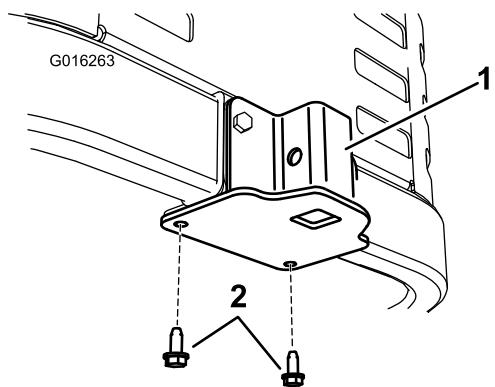

Figure 4
- 2. Fixez le support au bas du châssis de la machine, par dessous, avec deux vis autotaraudeuses (5/16 x 3/4 pouce) comme illustré (Figure 4).